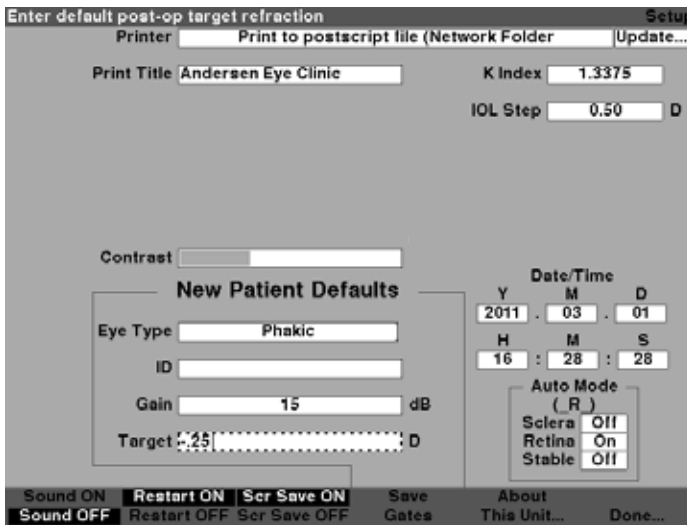

Figura 5-54 Regulación del objetivo
- Con el campo Target (Objetivo) activado, gire el control giratorio hasta alcanzar el valor adecuado o escriba el número de objetivo con el teclado, como se muestra en la Figura 5-54.